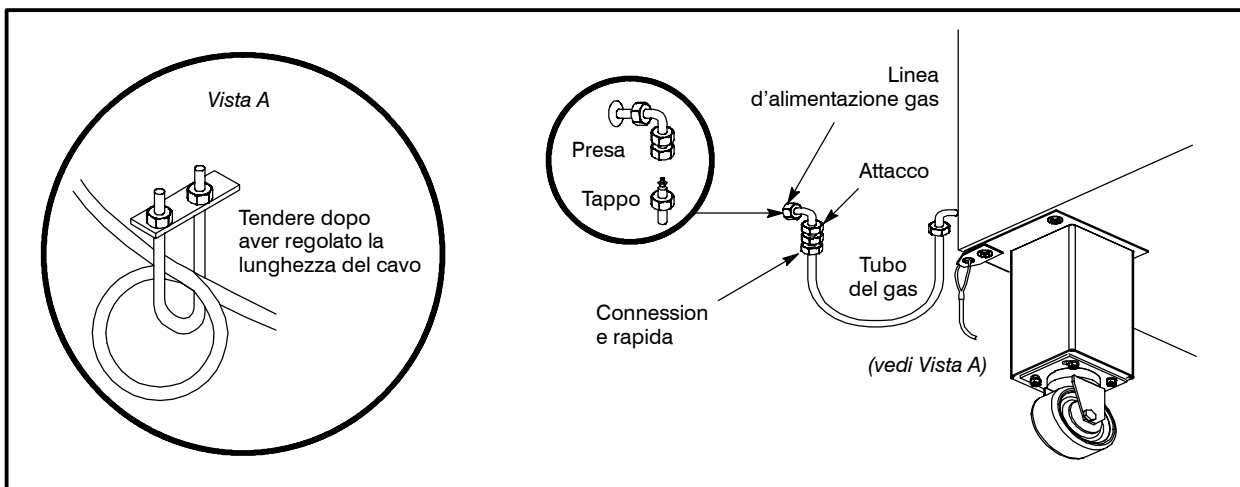

Figura 16
- Il fermo deve essere sufficientemente corto per impedire che si creino tensioni sul connettore. Per la regolazione della lunghezza si rimanda alla Figura 16, Vista A.